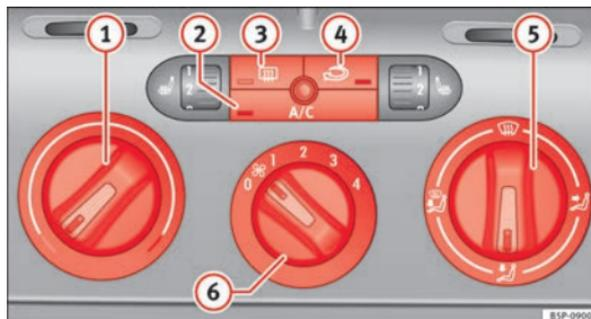

Fig. 127 Sur le tableau de bord : éléments de commande du Climatic.
- Tournez le régulateur de température ⇒ fig. 127 ① vers la droite pour sélectionner la puissance calorifique souhaitée.
Le mode recyclage de l'air ambiant ⇒ fig. 127   empêche les mauvaises odeurs ambiantes ou l'air pollué (qui peuvent se dégager lors de la traversée d'un tunnel ou dans un bouchon, par exemple) de pénétrer dans l'habitacle.